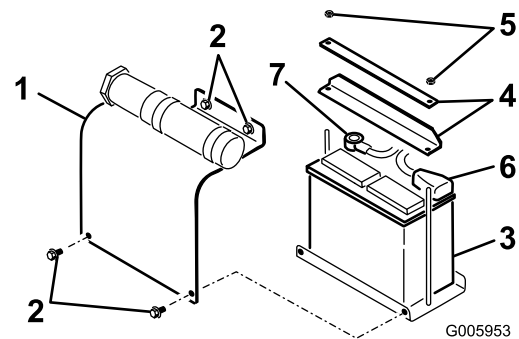

Figura 5
1. Retire los cuatro pernos que sujetan la tapa de la batería y retire la tapa (Figura 5).
2. Retire las tuercas y las pletinas que sujetan la batería (Figura 5).
5. Instale la batería en la plataforma (Figura 5).
6. Sujete la batería al chasis con las pletinas y las tuercas que se retiraron anteriormente (Figura 5).
7. Conecte el cable positivo (rojo) al borne positivo (+) de la batería (Figura 5). Deslice la cubierta de goma sobre el borne de la batería.
8. Conecte el cable negativo (negro) al borne negativo (-) de la batería (Figura 5).
9. Coloque la tapa de la batería (Figura 5).